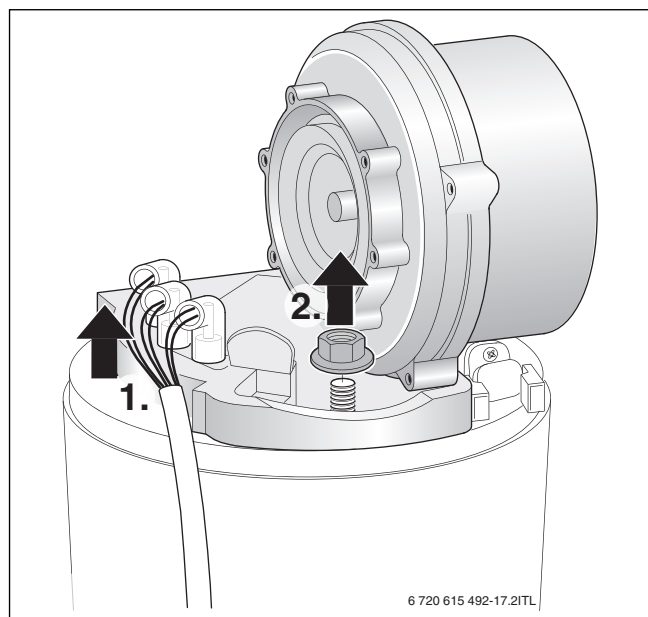

Fig. 46 Retirer le ventilateur
- ▶ Démonter le mélangeur (→ fig. 46).